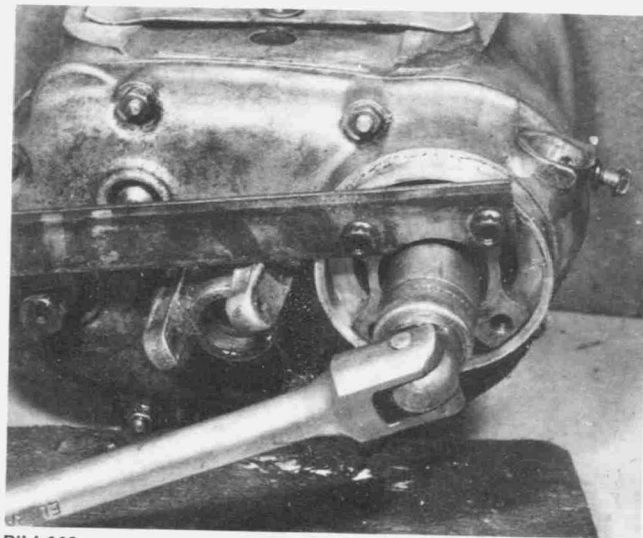

Bild 119
- Den Mitnehmerflansch der Abtriebswelle mit einer Haltevorrichtung festhalten. Die in der Mitte angesetzte Mutter abdrehen und mit ihrem Federring abnehmen. Da diese Mutter sehr fest sitzt, ist beträchtliche Kraft beim Gegenhalten erforderlich, um sie zu lockern (Bild 119).